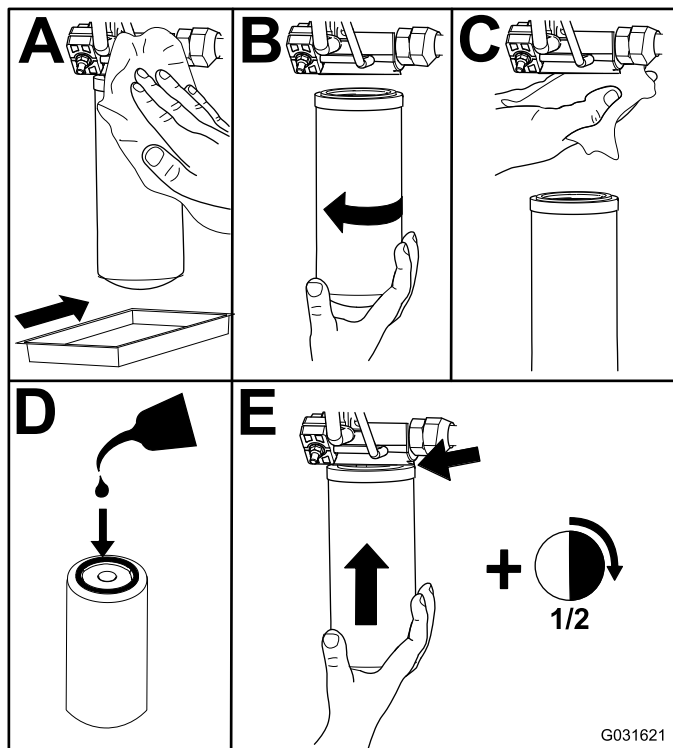

Figura 77
2. Sostituite i filtri idraulici (Figura 77).